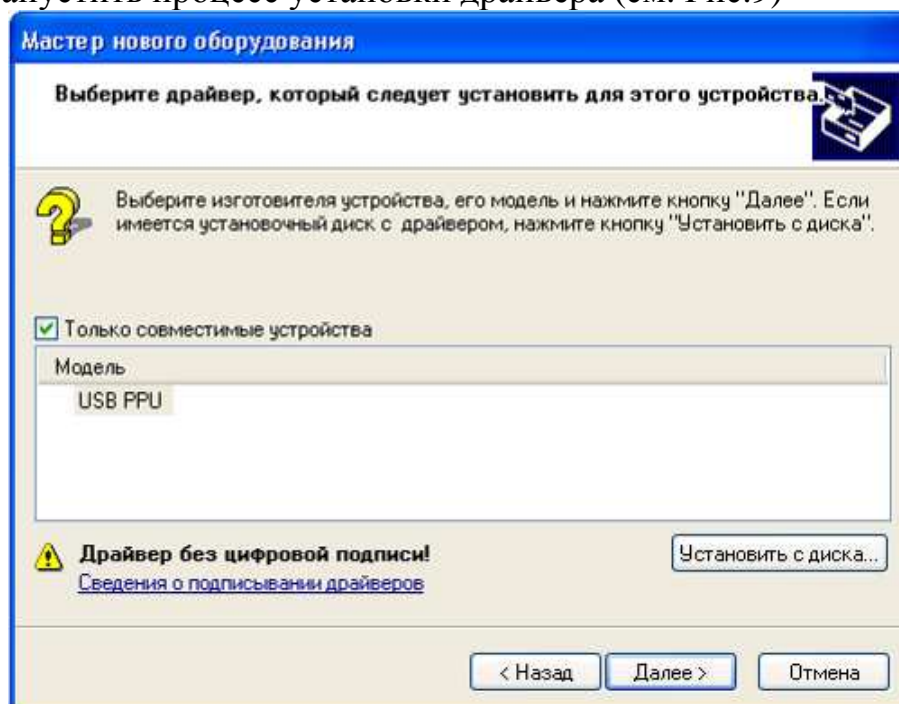

Рис.9
8) Запустить процесс установки драйвера (см. Рис.9)